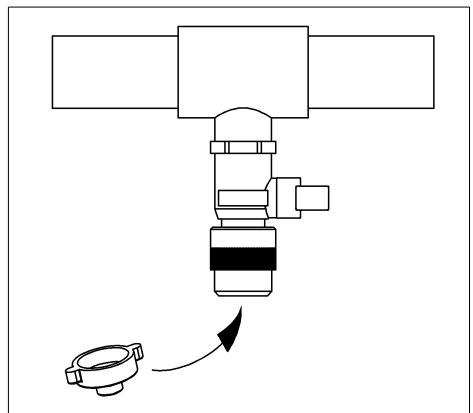

Abb. 6: Anschlüsse montieren
- Schlauchanschlussstück oder Verschlusskappe an den Adapter QUICK-AN montieren (siehe Abb. 6).